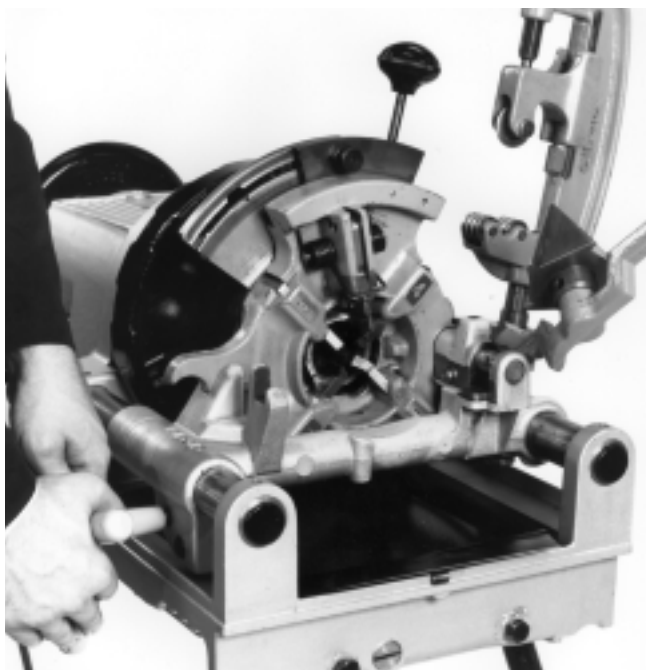

Figure 9 – Amorçage du filetage avec la tête de filière concave
5. Faites avancer le chariot vers le mandrin afin d'amener la tête de filière uniformément contre l'extrémité du tuyau. Continuez à tourner le volant pour amorcer les filières (Figure 9).